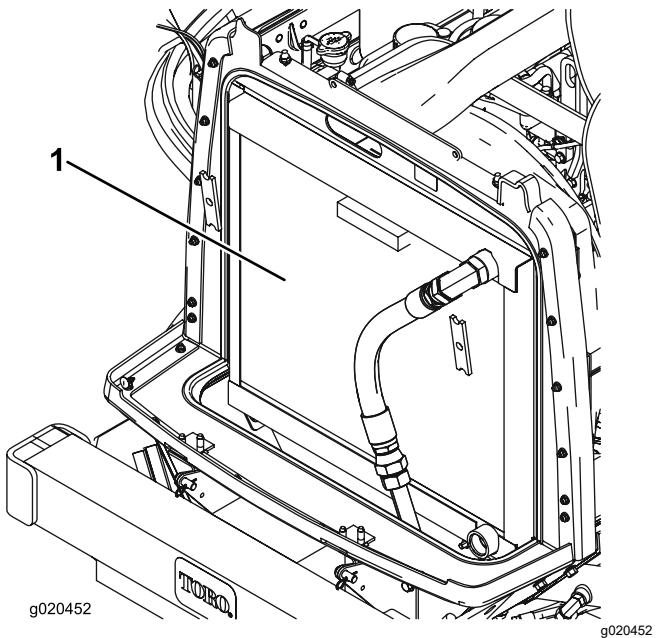

Bild 112
3. Reinigen Sie beide Seiten des Kühlers bzw. Ölühlers gründlich mit Druckluft (Bild 112).